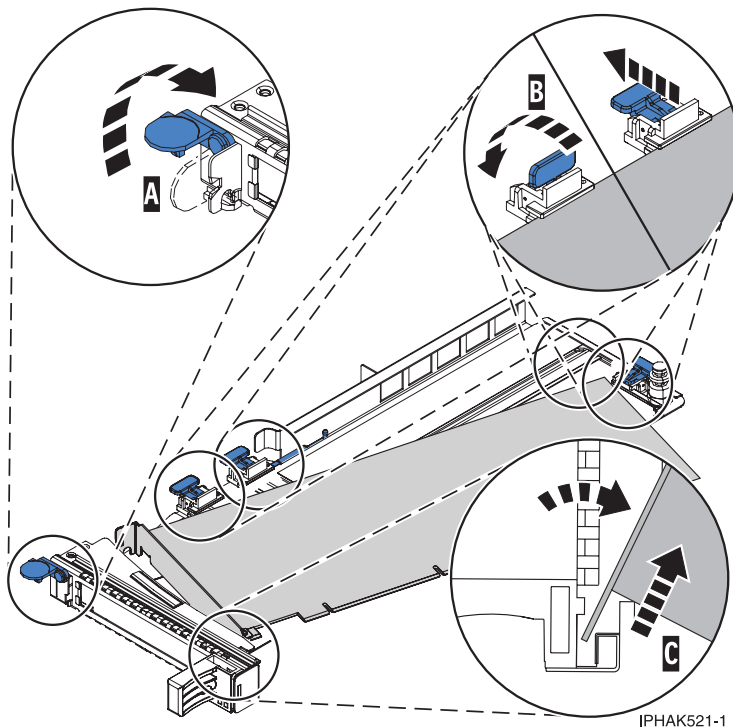

Figura 82. Adaptador que se ha quitado de la casete de adaptadores PCI
- a. Desbloquee las piezas de retención rotando el clip de retención (A) a la posición horizontal. Consulte la sección Figura 82 en la página 92.